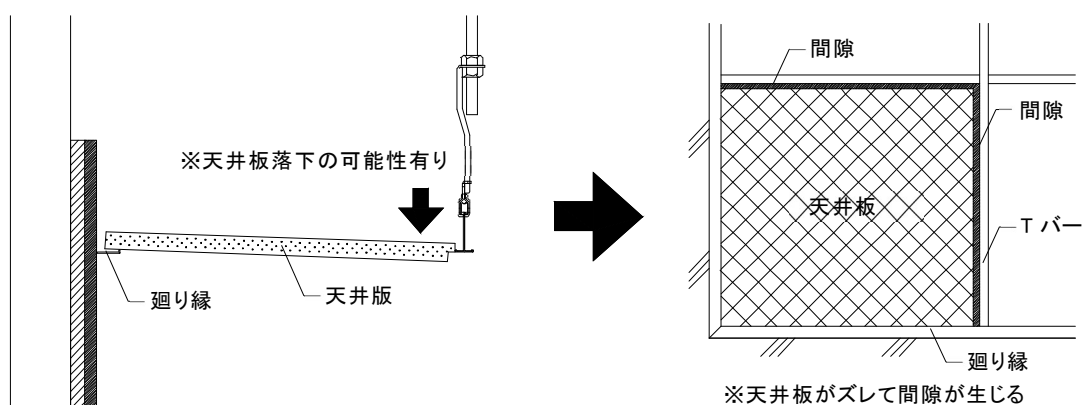

図2-8-1 天井板切断の誤り例 (指定寸法より短い場合)
②壁際周辺の天井板については、現場で必要寸法を実測して切断して天井板を載せ掛ける。設置時は、以下の点に留意すること。
5) 壁際やコーナー部の天井板を設置の際、指定寸法より短い場合はTバーとの間に隙間が空き天井板が落下する恐れがある為、必ず指定寸法で切断すること。(図2-8-1 参照)